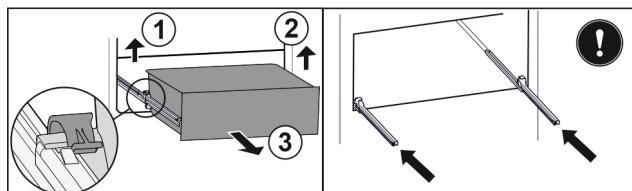

Fig. 129
- Nadvihnite ľavú svorku a súčasne tiahajte zásuvku vľavo dopredu. Fig. 129 (1)
- Nadvihnite pravú svorku a súčasne tiahajte zásuvku vpravo dopredu. Fig. 129 (2)
- Odoberete zásuvku dopredu. Fig. 129 (3)